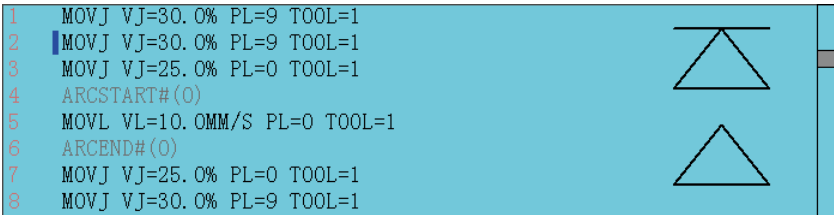

图 6.4
3. 点击屏幕中的光标移动键，移动光标到需要试运行的程序行，例如第二行如图6.4所示。